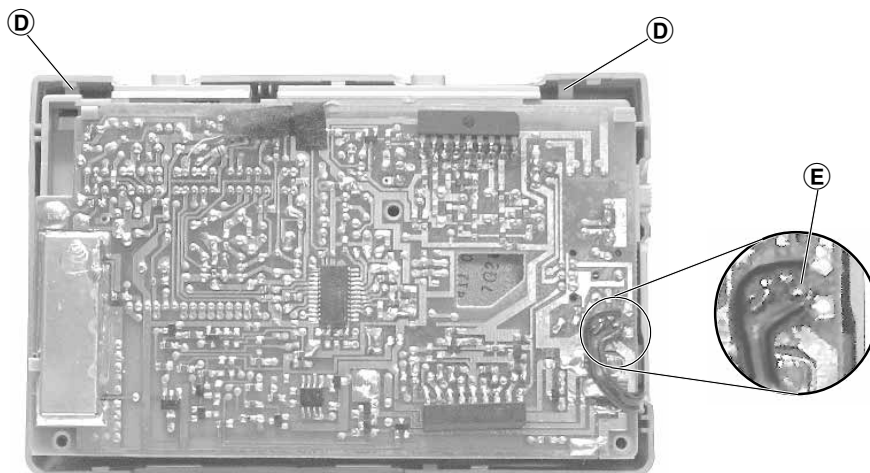

Fig. 3
- Chassis an der Batteriefachseite anheben und aus dem Gehäusevorderteil nehmen (2 Rastnasen **D** (Fig. 3) an der Chassisoberseite beachten).
- Lautsprecherleitungen ablöten **E** (Fig. 3).
- Lift the chassis at the side of the battery case and remove it from the front panel (note the 2 latches **D** (Fig. 3) at the chassis top).
- Unsolder the wires of the loudspeaker **E** (Fig. 3).